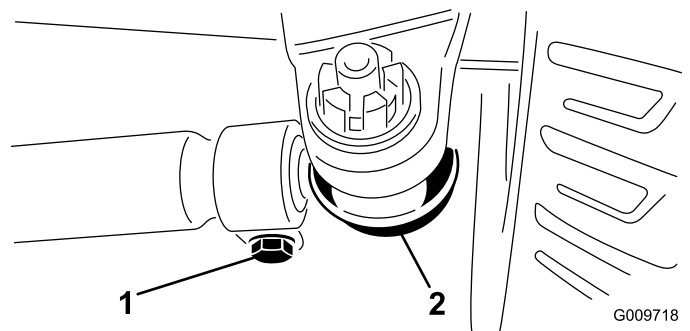

Bild 75
2. Entfernen Sie den Splint und die Mutter von einem der Spurstangen-Kugelgelenke (Bild 75). Entfernen Sie das Spurstangen-Kugelgelenk vom Achsständer.
3. Lockern Sie die Klemmen an beiden Enden der Spurstangen (Bild 75).